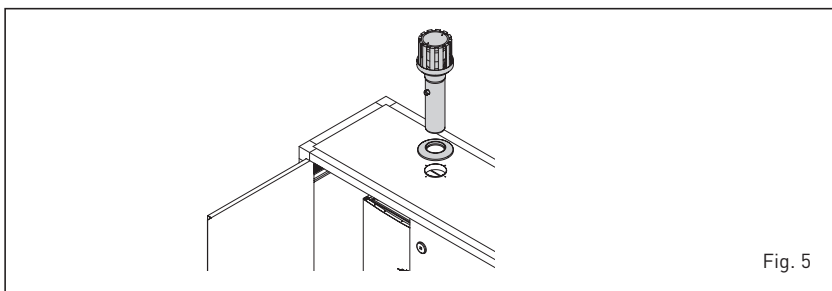

Fig. 5
2.6 SCARICO FUMI PER INSTALLAZIONI ESTERNE (fig. 5)
Per questa tipologia di installazione occorre fare richiesta del terminale di scarico per singolo modulo cod. 8089530. Per il montaggio dell'accessorio fornito a richiesta vedere fig. 5.